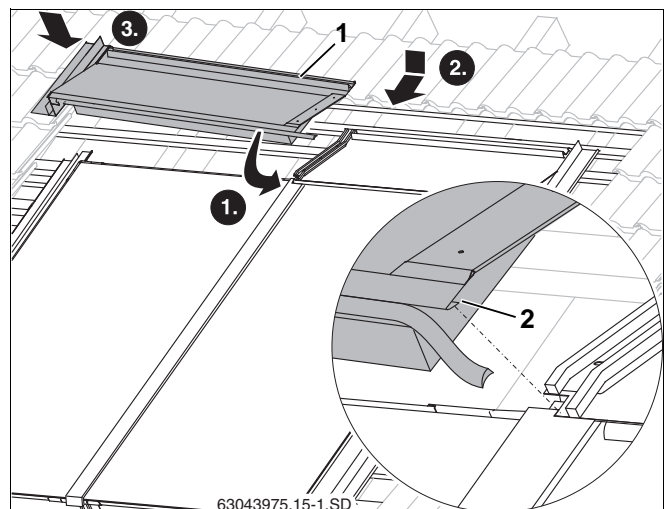

Fig. 56 Øverste venstre dækplade
- ▶ Sæt de øvrige øverste dækplader med pladefalsen (fig. 56, **pos. 2**) ind i den monterede dækplade, og skub hen til solfangeren.
- ▶ Sæt øverste venstre dækplade (fig. 56, **pos. 1**) ind i venstre sidedækplade.